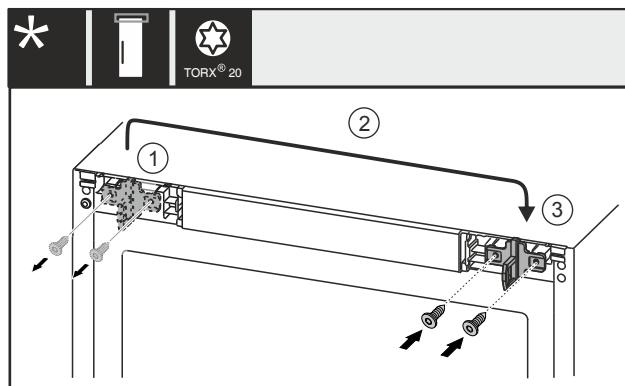

Fig. 24 Con candado eléctrico\*
- Desatornille los tornillos Fig. 24 (1) con un destornillador.\*
► Mueva el gancho de cierre Fig. 24 (2) hacia el lado opuesto.\*
► Coloque y apriete los tornillos Fig. 24 (3) con un destornillador.\*